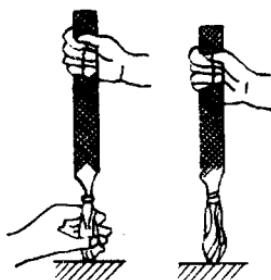

图 1-1 装手柄
(1)装手柄。左手握住锉刀,右手握柄,使孔对正锉刀尾部插入,插入长度等于锉台的 $3/4$ ,然后在工作台上轻墩几下,装牢即可。见图1-1。